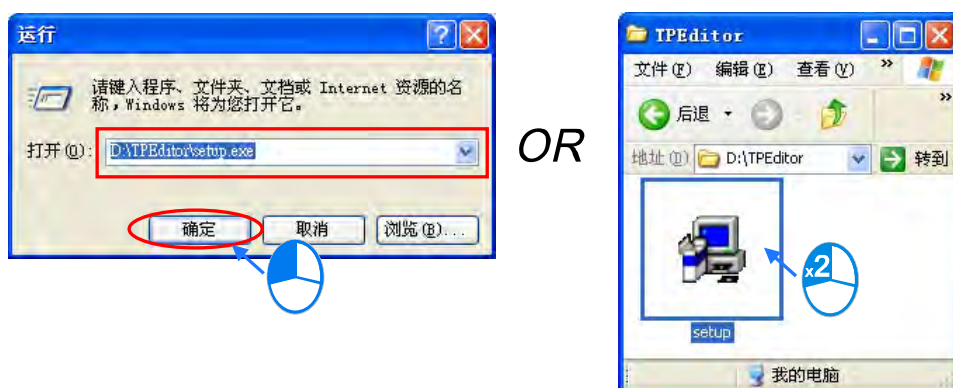

图 1-1 安装
- (1) 启动计算机并进入操作系统，且须以具备系统管理员的权限登入才可进行软件安装。
- (2) 将TPEditor光盘片放入光驱中或从台达官方网站<http://www.deltaww.com>下载TPEditor的安装程序（从网络下载的安装程序必须经过解压缩后才可进行安装）。
- (3) 于 **开始 > 运行** 的窗口中指定安装文件路径后按下「**确定**」，或是直接于安装文件的图标上双击鼠标左键，以执行安装程序。如图 1-1。